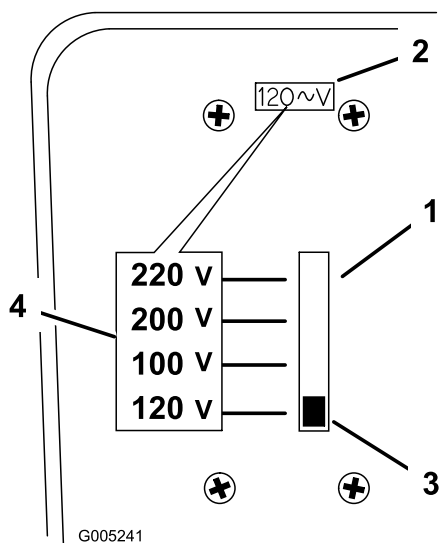

Figura 7
1. Coloque o selector de tensão na retaguarda do carregador (Figura 7).
2. Ajuste a tensão orientando o manípulo do selector de tensão para cima ou para baixo até aos valores pretendidos (Figura 7).